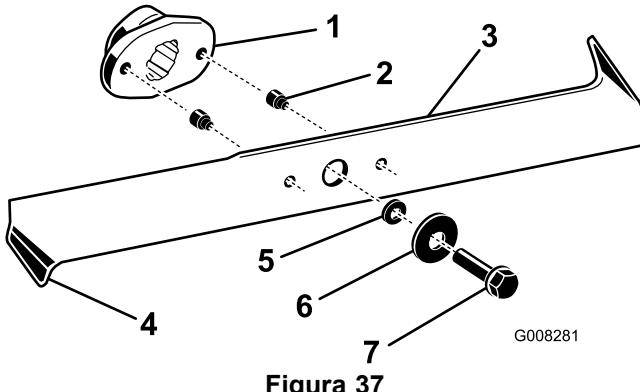

Figura 37
2. Controllate i taglienti (Figura 37). Se i taglienti non sono affilati o presentano intaccature, togliete le lame ed affilatele; vedere Afilatura delle lame.
3. Controllate le lame, in particolare i bordi curvi (Figura 37). In caso di usura o scanalature in questa
4. Sostituite immediatamente i perni di sicurezza se sono spezzati (Figura 37).
3. Togliete i bulloni, le rondelle e le lame (Figura 37). In sede di rimozione dei bulloni, per bloccare le lame inserite un blocco di legno tra ogni lama e il tosaerba.
1. Montate le lame, le rondelle e i bulloni delle lame (Figura 37).